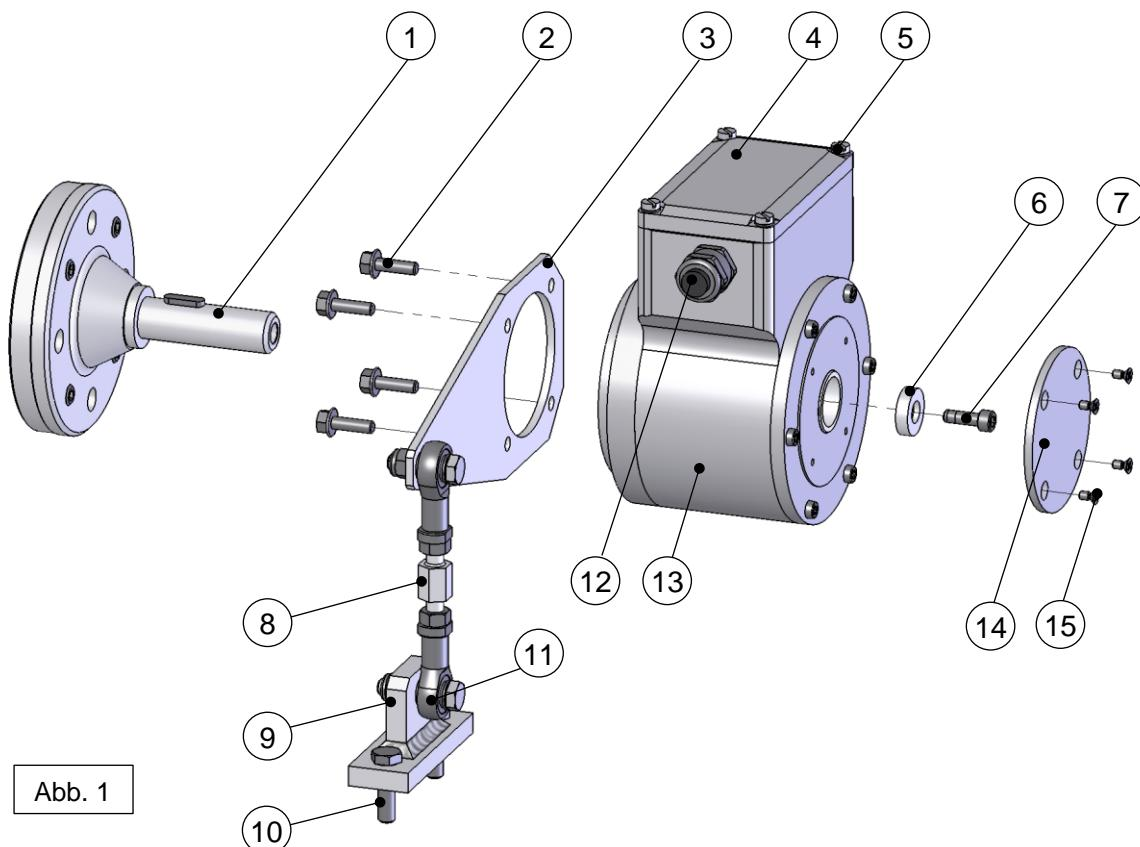

Abb. 1
5. Hohlwellengerät mit Hilfe von Axialspansscheibe (6) und Zylinderschraube (7) sichern.(Abb.1)
1. Klemmkastendeckel (5, Abb. 1:) öffnen.
2. Verschlussbolzen der Kabelverschraubung (12, Abb.1:) entfernen.